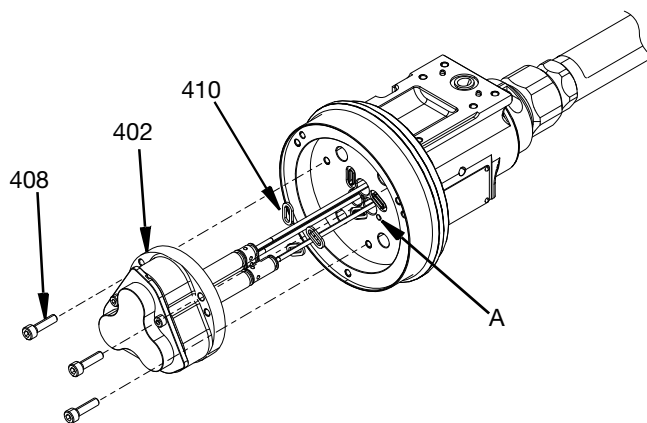

FIG. 34
10. Applicare uno strato sottile di grasso al litio sulle guarnizioni dell'aria (410) e inserirle nel corpo centrale (301).
11. Applicare uno strato sottile di grasso al litio sugli O-ring (415) e (416). Inserire il gruppo cilindro pneumatico nel corpo centrale (301). Applicare antigrippaggio sulle viti M5 (408) e serrare a (6,5 N•m) 57,5 in-lb.
NOTA: La cavità (A) sulla faccia del corpo centrale (301) si allinea con la guida della tenuta del cuscinetto lunga (414). Vedere FIG. 34.